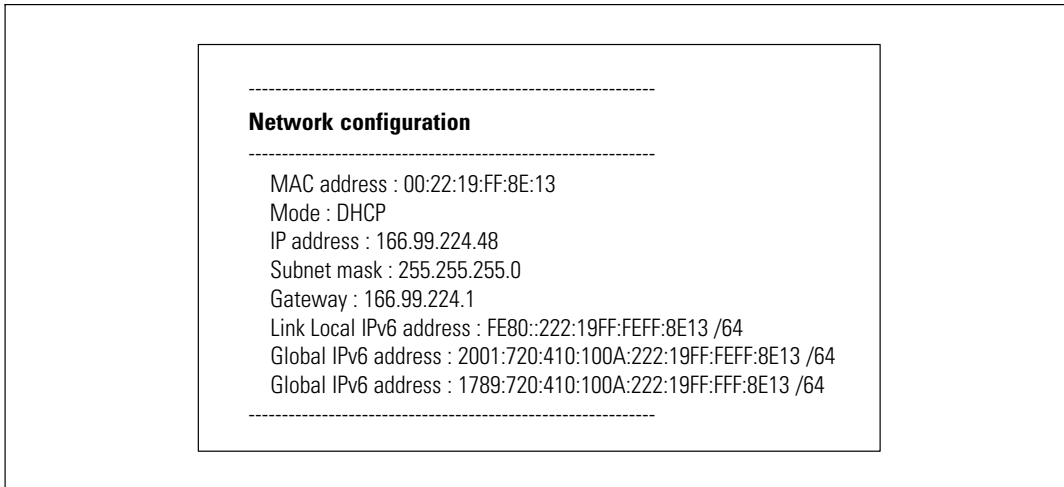

Рисунок 10. Меню настройки сети
- Введите **1** и нажмите **Enter**. Карта отображает настройки, полученные с сервера (см. Рисунок 10).